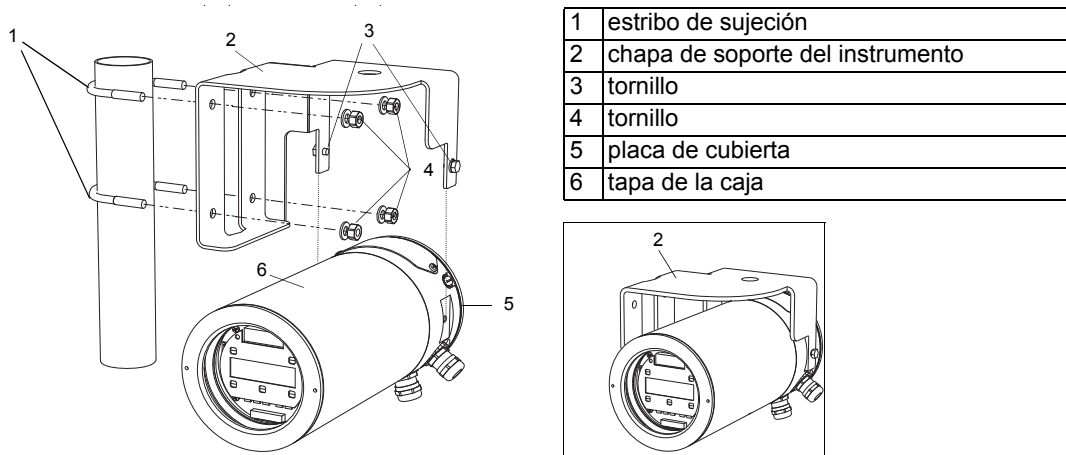

Fig. 8.1: Juego de montaje en tubo
- Fijar la chapa de soporte del instrumento (2) con los 4 tornillos (4) en el muro (véase Fig. 8.1).
- Fijar el convertidor de medición con los 2 tornillos (3) en la chapa de soporte del instrumento (2).
- Posicionar los estribos de sujeción (1) en el tubo (véase Fig. 8.1).
- Fijar la chapa de soporte del instrumento (2) con los 4 tornillos (4) en los estribos de sujeción.